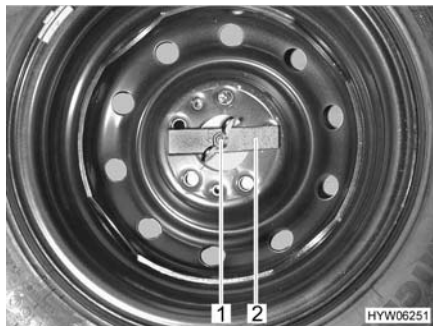

Fig. 136 Ruota di scorta nel gavone di coda
- Svitare manualmente il dado ad alette (Fig. 136,1) e rimuoverlo.
- Rimuovere la barretta di compressione (Fig. 136,2).